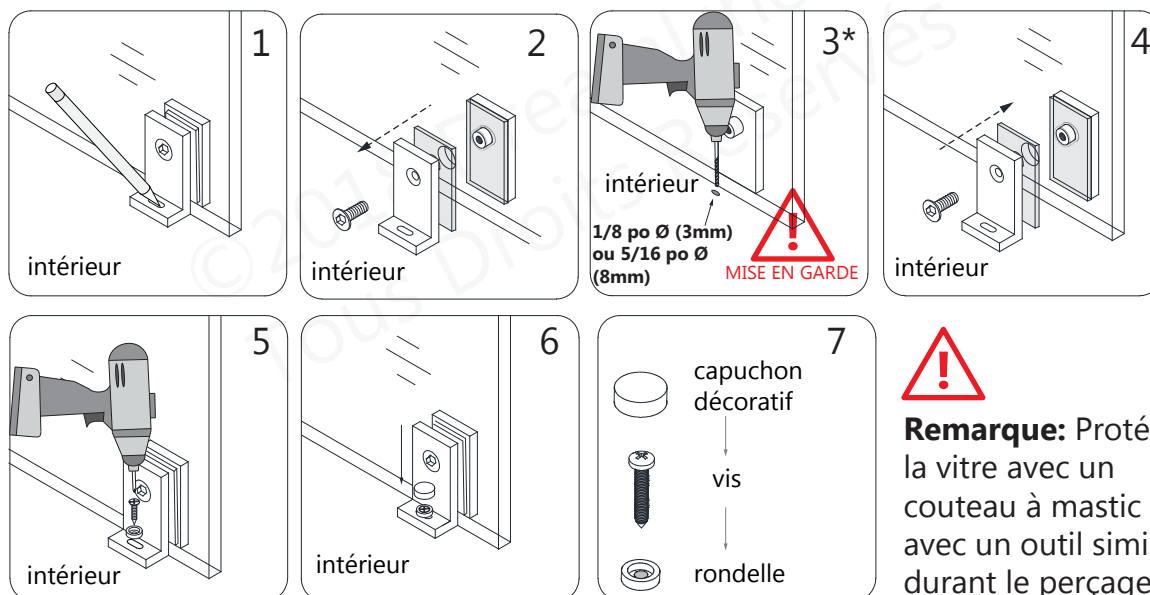

Fig 16
16. Assemblez les **Fixations du Bas (N° 16)** aux deux cadres inférieurs du **Panneau Vitré Fixe**, en utilisant les joints statiques pour empêcher tout contact verre-métal. Marquez la base de la douche à travers les perforations de la bride des **Fixations Inférieures (N°16)**. Retirez la fixation et utilisez une **mèche de 1/8 po Ø (3mm)** pour une base en acrylique (ou une **mèche de 5/16 po Ø (8mm)** et un ancrage lors d'une installation dans un seuil de carrelage). Remplacez la fixation et serrez les fixations du bas avec des **Vis à Tête Cylindrique Bombée ST4.2×25 (N° 09)** et des **Rondelles**. Cachez la vis et la rondelle avec les **Capuchons Décoratifs (N° 10)**. (Fig 16)